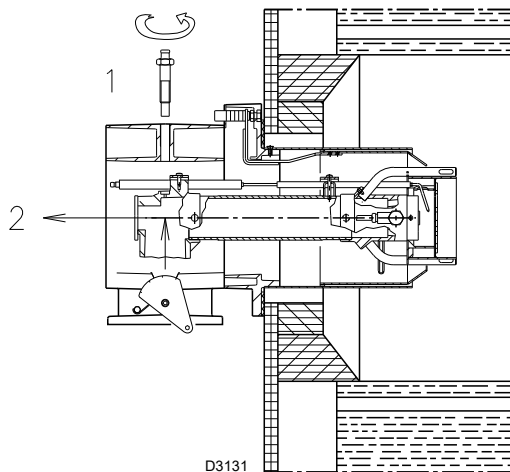

Abb. 19
- Entfernen Sie die Schraube 1)(Abb. 19) und ziehen Sie den Innenteil 2) heraus;
Lösen Sie, um die Einstellung zu erleichtern, die Schraube 1)(Abb. 19 auf S. 22), nehmen Sie die Einstellung vor und ziehen Sie die Schraube dann wieder fest.